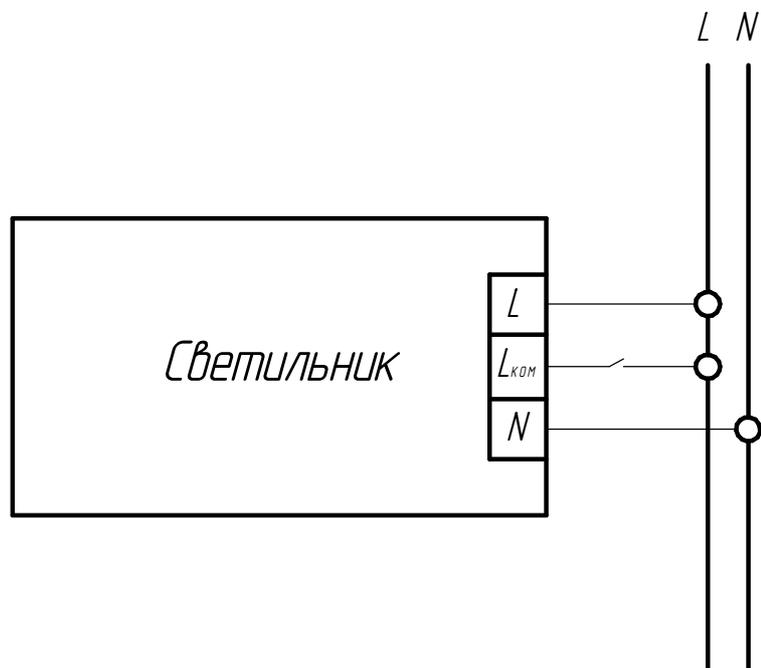

Рисунок 4 - Схема подключения светильника с БАП к сети
6.4 Заведите сетевой провод в отсек БАП (рис 3.). Присоедините сетевые провода к клеммной колодке, согласно схеме подключения (см. рисунок 4).